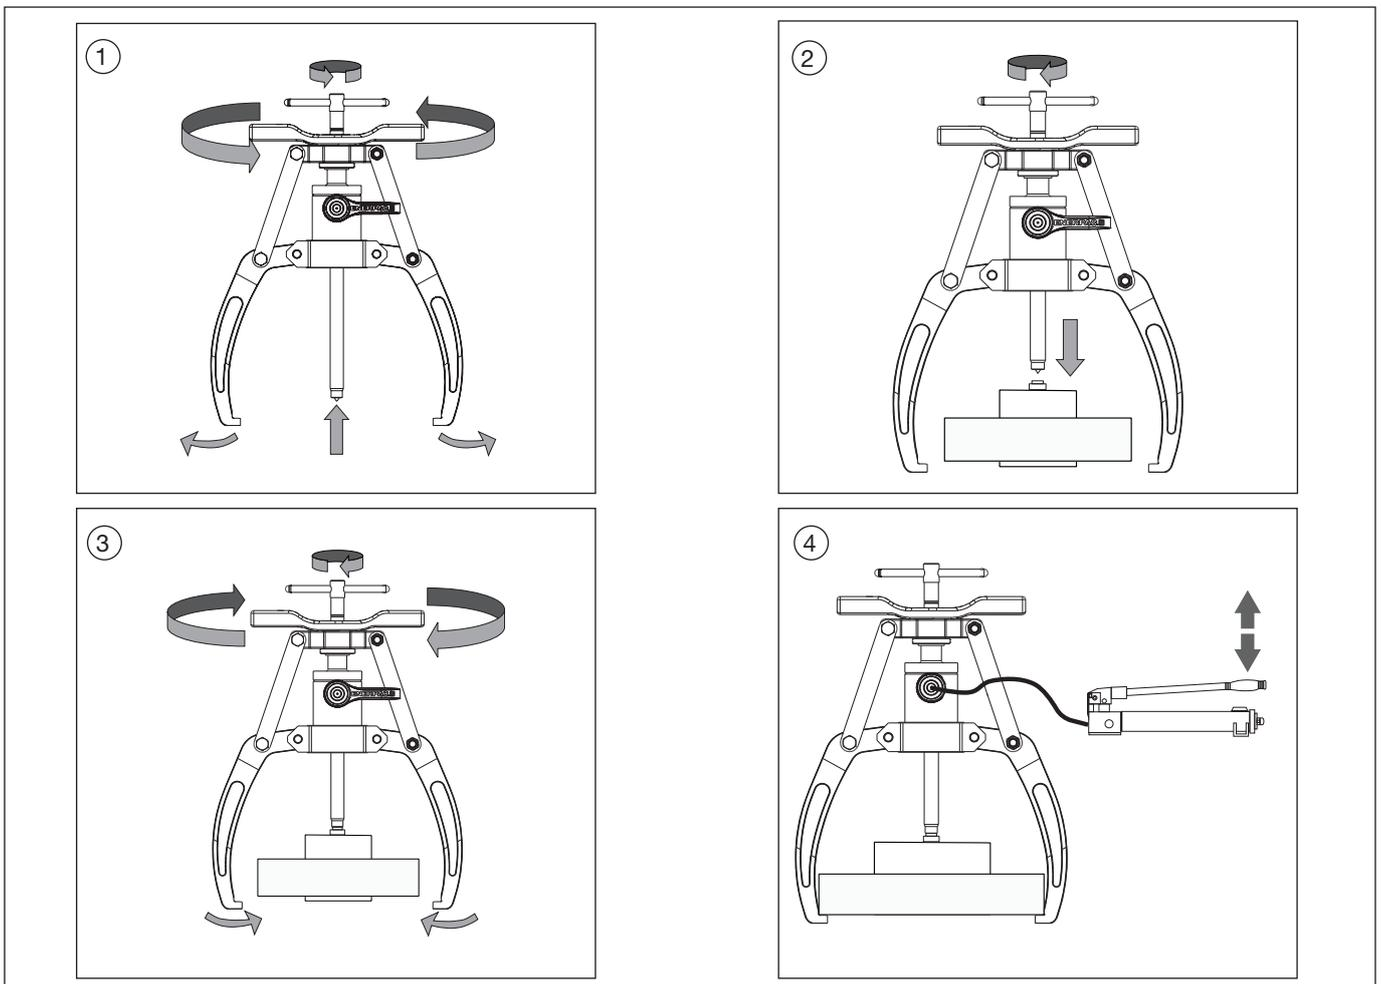

Figura 6, Pasos para la instalación del extractor
1. Gire el husillo para ajustar la altura del husillo hacia arriba o hacia abajo. Gire la maneta para aumentar o disminuir la apertura de la garra. Ajuste las garras y el husillo para permitir que el extractor se monte en la pieza de trabajo. Consulte la Figura 6, vistas de 1 a 4, durante los siguientes pasos.